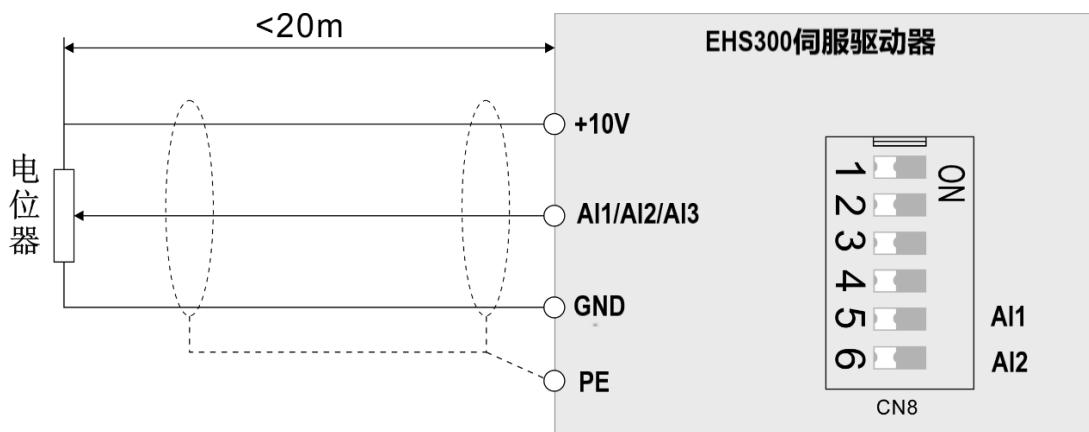
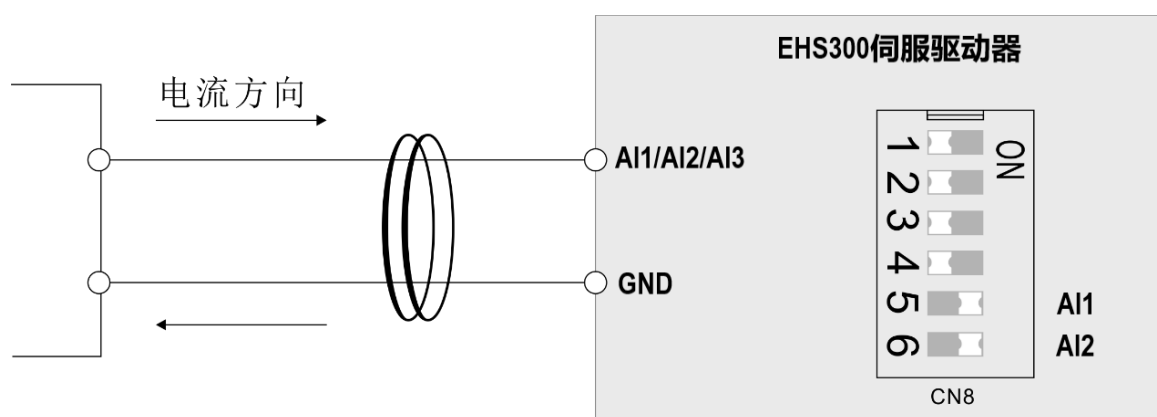

图 2.13 电压输入接线方式示意图
图 2.14 电流输入接线方式示意图
因微弱的模拟电压信号特别容易受到外部干扰, 所以一般需要用屏蔽电缆, 而且配线距离尽量短, 不要超过 20m, 如“图 2.13 电压输入方式接线示意图”所示。在某些模拟信号受到严重干扰的场合, 模拟信号源侧需加滤波电容器或铁氧体磁芯, 如“图 2.14 电流输入方式接线示意图”所示。模拟量端子的屏蔽层要在伺服驱动器侧将屏蔽层引出线接 PE。
- 当 AI1/AI2 采用电压信号输入时, 接线说明如图 2.13。
- 当 AI1/AI2 选以电流信号输入时, AI1/AI2 为电流流入方向, GND 为电流流出方向, 同时拨码开关 5 位和 6 位拨到“ON”侧。接线说明如图 2.14